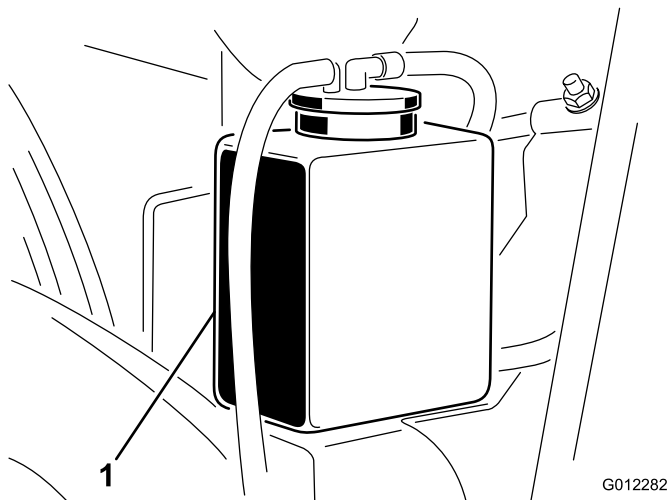
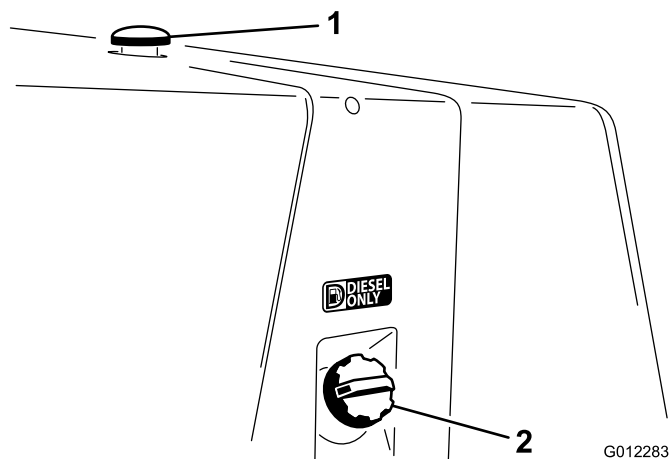

図 12
図 13
1. ラジエターのふた(図 13)を注意深く開ける(図 12)。
2. ラジエター内部の液量を点検する。補給口の首の上部まであればよい。また、補助タンクの側面についているマークまであればよい。(図 12)。
3. 燃料タンクのキャップ (図 13) を取る。